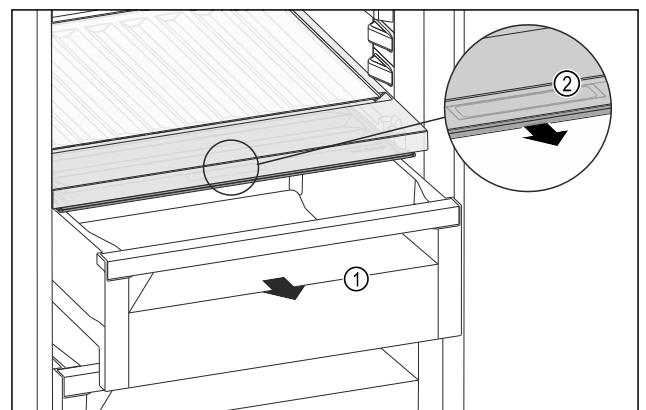

Fig. 122
- ▶ Estrarre il cassetto Fig. 122 (1).
- ▶ Afferrare la maniglia incassata Fig. 122 (2) sul coperchio dello scomparto e tirare allo stesso tempo in avanti il coperchio dello scomparto.